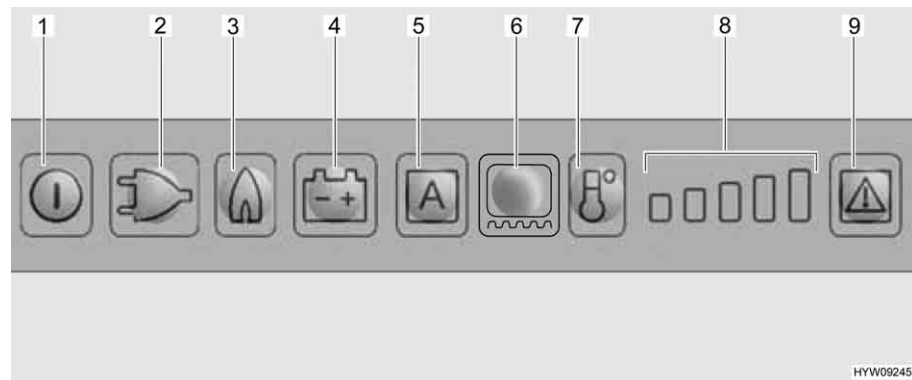

Bild 231 Kühlschrank Dometic mit LED-Bedienfeld
Beim Anwählen des Gasbetriebs wird die Zündsicherung automatisch geöffnet, so dass Gas zum Brenner strömen kann. Gleichzeitig wird der elektronische Zünder eingeschaltet. Erlischt die Gasflamme, z. B. durch einen Luftzug, wird der Zünder sofort aktiviert und zündet das Gas wieder an. Bei Störung im Gasbetrieb blinken die Leuchttasten Gas (Bild 231,3) und Störung (Bild 231,9), und es ertönt 20 Sekunden lang ein akustischer Alarm.
- Taste Ein/Aus (Bild 231,1) etwa 2 Sekunden lang drücken. Der Kühlschrank schaltet sich ein, die zuletzt gewählte Betriebsart wird angezeigt.
- Leuchttaste für die gewünschte Betriebsart (Bild 231,2 - 4) oder den Automatikmodus "AES" (Bild 231,5) (nur bei Ausführung AES) drücken.
- Kühltemperatur mit der Taste Kühlstufe (Bild 231,7) einstellen. Die Kühlstufen-Anzeige (Bild 231,8) zeigt die gewählte Thermostat-Einstellung an.
- Taste Ein/Aus (Bild 231,1) etwa 2 Sekunden lang drücken.
Nach dem Einschalten wählt der Kühlschrank automatisch die mittlere Thermostat-Einstellung. Diese Einstellung kann manuell mit der Taste Kühlstufe (Bild 231,7) nachgeregelt werden. Es dauert einige Stunden, bis der Kühlschrank die normale Betriebstemperatur erreicht hat. Beim Umschalten auf eine andere Betriebsart wird die Thermostat-Einstellung beibehalten.
- Rahmenheizung für eine Dauer von 2 Stunden einschalten: Leuchttaste Rahmenheizung (Bild 231,6) einmal drücken. Ein Balken der Kühlstufen-Anzeige (Bild 231,8) leuchtet.
- Rahmenheizung für eine Dauer von 5 Stunden einschalten: Leuchttaste Rahmenheizung (Bild 231,6) zweimal drücken. Zwei Balken der Kühlstufen-Anzeige (Bild 231,8) leuchten.
- Rahmenheizung auf Dauerbetrieb stellen: Leuchttaste Rahmenheizung (Bild 231,6) dreimal drücken. Drei Balken der Kühlstufen-Anzeige (Bild 231,8) leuchten.
Die Kühlstufen-Anzeige (Bild 231,8) zeigt einige Sekunden lang die Betriebsdauer der Rahmenheizung an.
Bei einer Störung blinkt die Leuchttaste Störung (Bild 231,9). Außerdem blinkt entweder eine der Leuchttasten Betriebsart oder die Temperaturstufen-Anzeige. Zusätzlich ertönt ein akustisches Warnsignal. Hinweise zur Fehleranzeige und Fehlerbehebung siehe Kapitel 14.
- ▷ Nachdem eine Störung des Gasbetriebs behoben wurde, Leuchttaste Reset (Bild 231,9) drücken.